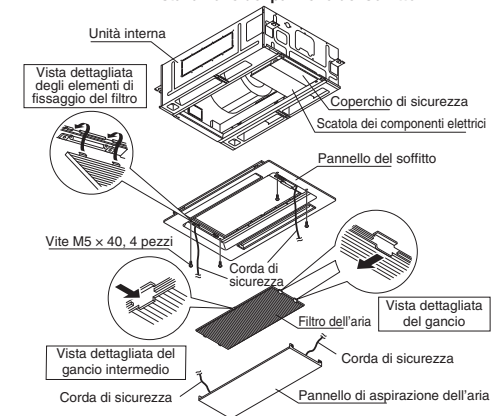

Fig. 7-15
Premere il gancio a mano per rimuovere il filtro dell'aria. (Fig. 7-15)
(2) Installare il pannello del soffitto sull'unità interna. (Vedere Fig. 7-15. Il connettore è sulla scatola dei componenti elettrici.)